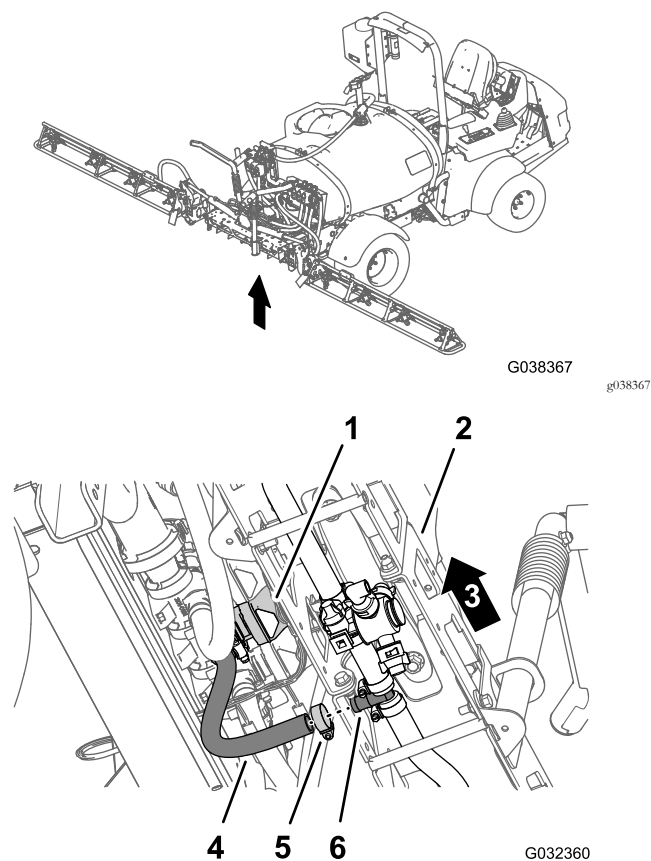

Рисунок 81
- Установите шланг подачи средней секции стрелы на тройник в средней секции стрелы (Рисунок 81).